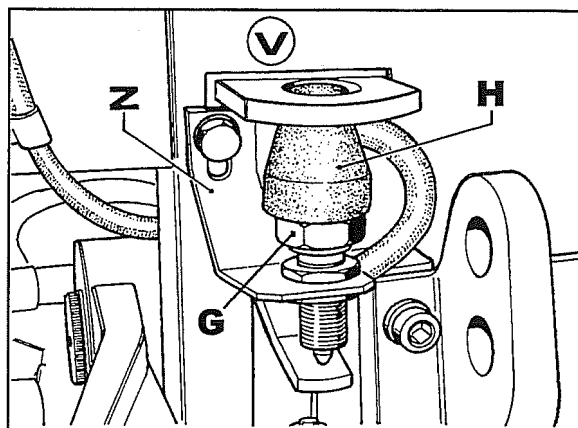

Fig. 36
4. Rimontare la protezione **V** fig.36 opportunamente tagliata onde permettere il montaggio e il movimento in lavoro dell'interruttore e relativo leveraggio (vedi fig.36).
Montare il supporto interruttore **Z** e l'interruttore **G** con il cablaggio **H** fig.36, facendo attenzione di collegare i cavi ai connettori affiancati dalle linguette in plastica. Infilare il cablaggio dalla destra dell'interruttore sotto al supporto sedile, quindi arrivare alla scatola supporto comando alza/abbassa.